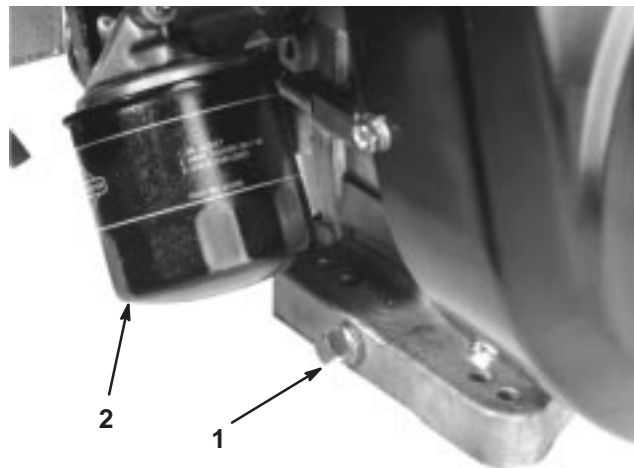

Figure 41
1. Enlevez le bouchon de vidange (Fig. 41) et laissez s'écouler l'huile dans un bac de vidange. Remettez le bouchon quand toute l'huile s'est écoulée.
2. Déposez le filtre à huile (Fig. 41). Appliquez une fine couche d'huile sur le joint du filtre de rechange.